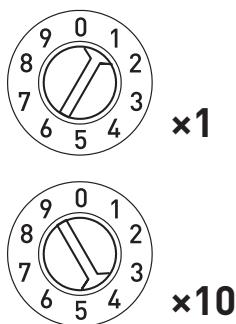

Рисунок 2. Адрес 41.
- 3.3. Установите DALI-адрес, соответствующий адресу управляемого диммера. Адрес устанавливается двумя вращающимися переключателями. Первым переключателем устанавливаются единицы, вторым — десятки. На Рис. 2 показан пример установки адреса 41. Максимальный возможный диапазон адресов на шине DALI — 0...63. При установке адреса 64 панель переходит в широкоэмиттерный режим.